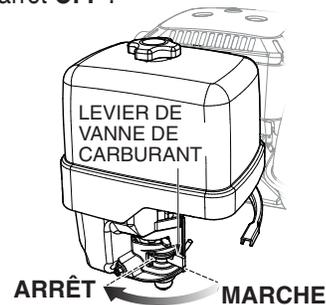

Figure 21. Levier de la soupape de carburant (OFF)
3. Mettre le levier de la soupape à essence (Figure 21) à la position d'arrêt **OFF**.